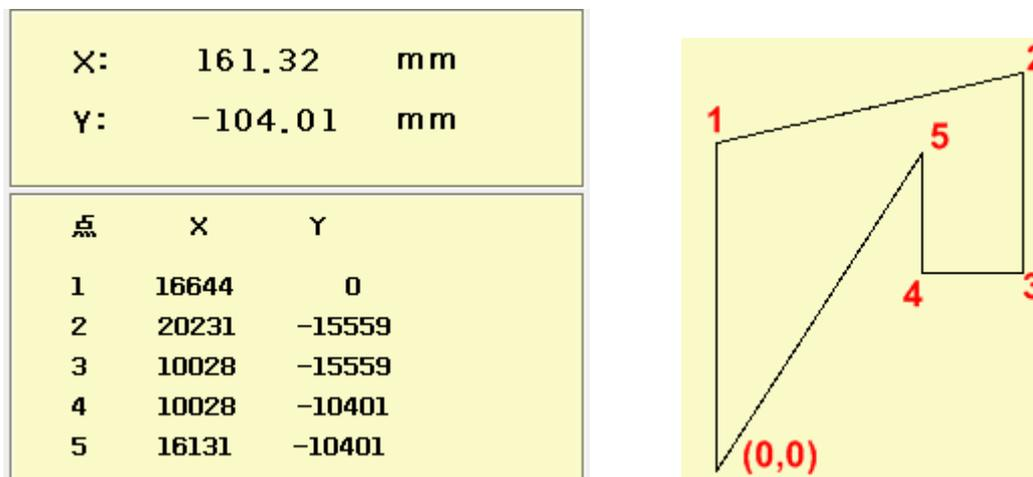

图 8-2: 多点定位
- 废料钢板：钢板是不规则图形。点击“F9 多点定位”键，进入多点定位子菜单，按面板下方方向键移动割炬至废料的各个顶点，按“F1 定位”键定位。（0,0 点无需定位）如图 8-2 所示，要定义一个这样的不规则钢板废料，需要定 5 个点，每次定点后，定点坐标都会显示在左上方的信息框内。定完最后一个点后，按“Esc”键回到零件套料子菜单，废料图形会显示在图形界面上。